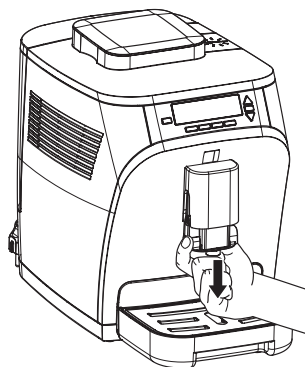

fig. 9: Aftagning af kaffe-/mælkeudløbet
9. Udtag kaffe-/mælkeudløbet, idet du tager fat i fordybningerne og trækker hele delen ud af styreskinnen nedefter (fig. 9).